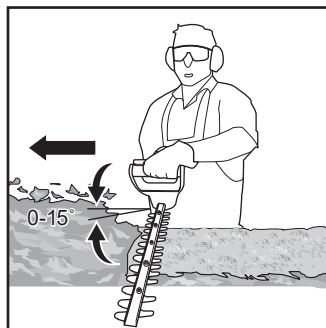

Fig. 6
6. După tăierea părților laterale, continuă cu vârful. Încearcă să ții dispozitivul de tăiere înclinat la aproximativ  $15^\circ$  față de suprafața de tăiere (Fig. 6).